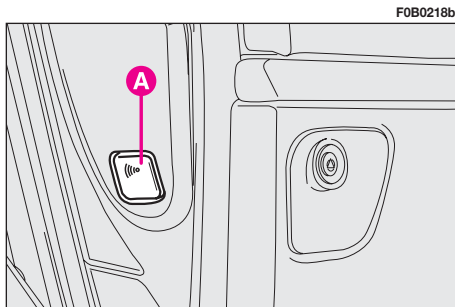

fig. 10
Prima di inserire l'antifurto premere il pulsante **A-fig. 10** raggiungibile a porta aperta, il led **A-fig. 9**, ubicato sulla plancia portastrumenti, si illumina a luce fissa.
Una seconda pressione sul pulsante **A-fig. 10**, permette di ritornare alla normale protezione esterna ed interna.
- entro 10 secondi ruotare la chiave di avviamento in posizione **M** e successivamente premere il pulsante **A-fig. 10**, la sirena si disinscrive.